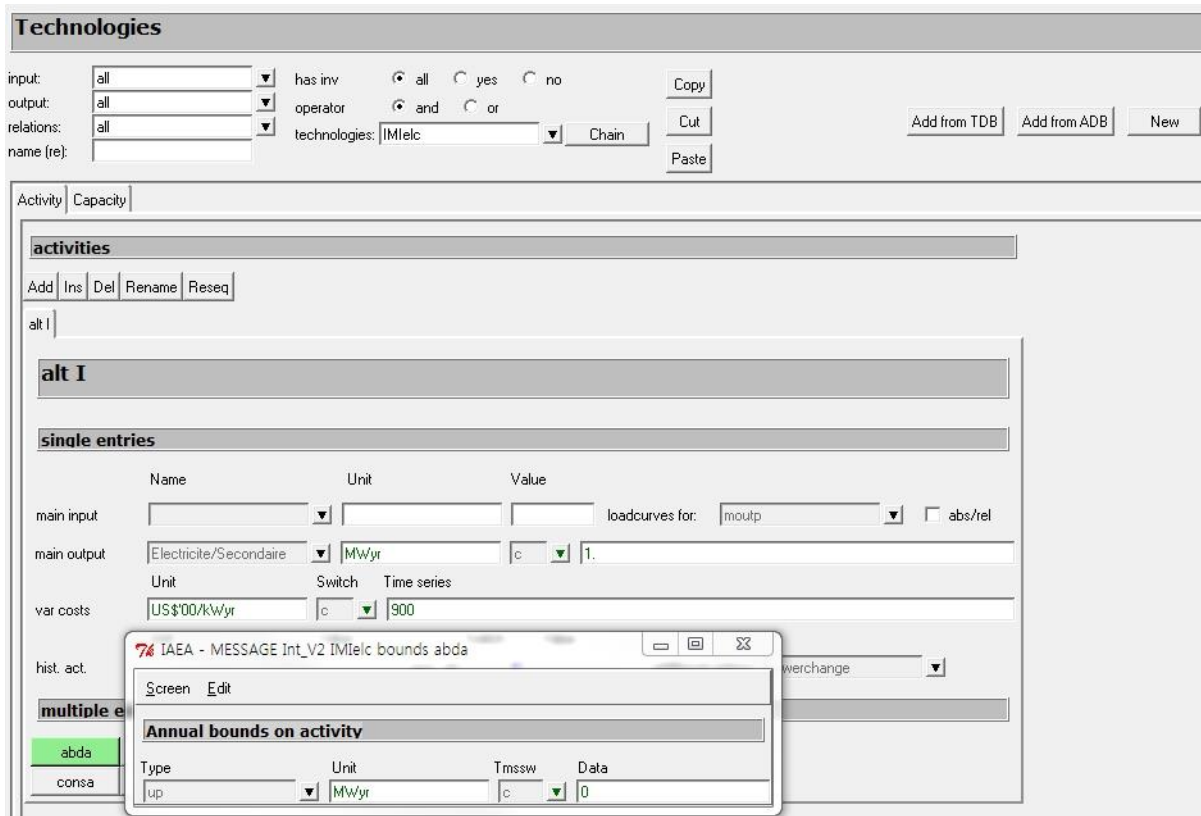

Figure 11. Windows to edit data on import electricity **Figure 11. Fenêtre pour éditer les données sur l'électricité importée**
- a. To define the **electricity import volume**, select “Technologies” form and click on the dropdown menu of “technologies” to choose “IMlelec” (Figure 11)
Pour définir le volume d'importations d'électricité, sélectionnez « Technologies » et cliquez sur le menu de « technologies » pour choisir « IMlelec (Figure 11)